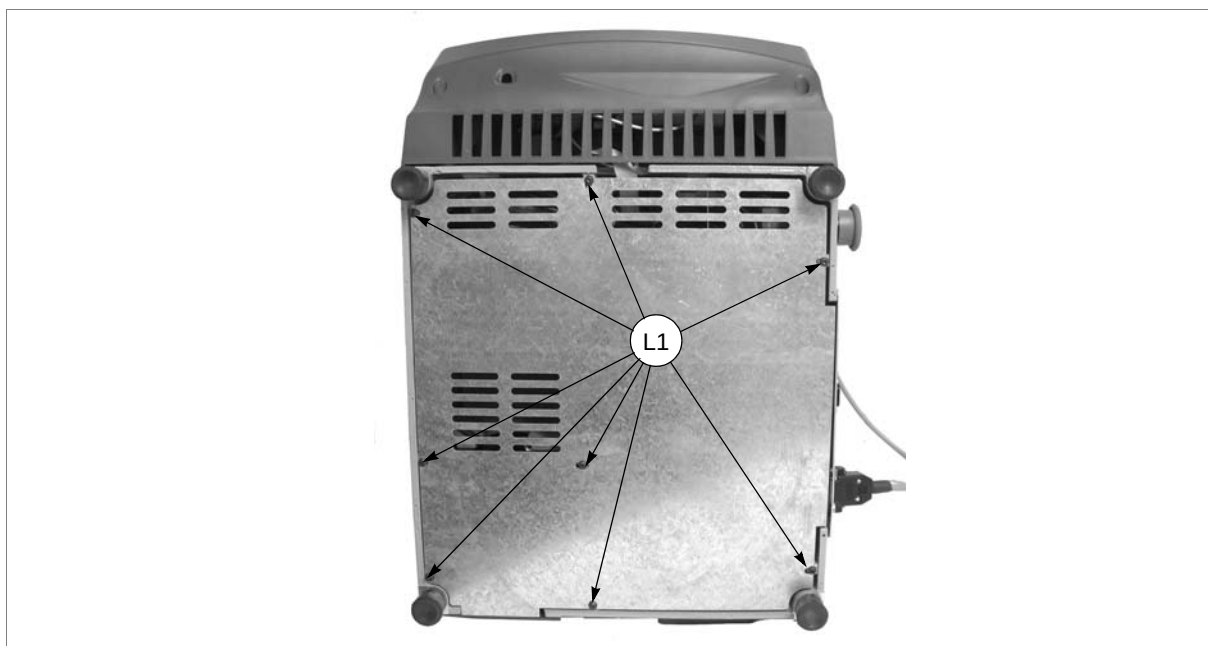

Figura 76
- 3) remova a chapa de fundo desapertando os 8 parafusos de fixação (L1) (figura 76).